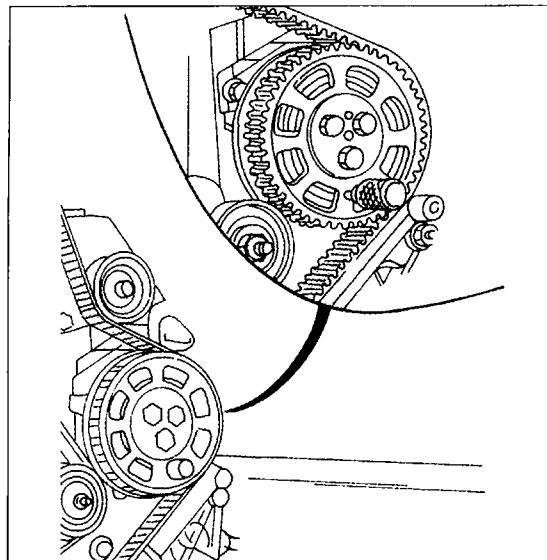
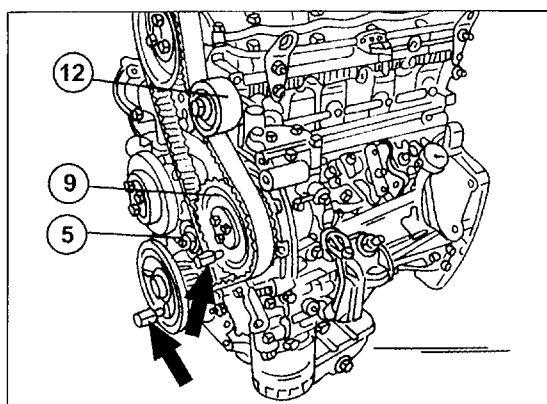

Bild 116
Bild 117
- Bei einem Motor mit Einspritzpumpe das Antriebsrad der Pumpe an der in Bild 116 gezeigten Stelle einschieben.
- Den Zahnriemen vorsichtig abheben, falls er wieder eingebaut werden soll. In diesem Fall auch die Laufrichtung mit einem Farbklecks an der Außenseite kennzeichnen. Die Hände müssen frei von Fett oder Öl sein. Einen verschmutzten Zahnriemen erneuern. Unbedingt darauf achten, dass sich das Antriebsrad der Einspritzpumpe (falls eingebaut) nicht verdrehen kann. Ein passender Dorn ist an der in Bild 116 gezeigten Stelle in das Antriebsrad eingeschoben. Ebenfalls wird die Kurbelwelle mit einem Dorn arretiert. In Bild 117 kann man sehen, wo die Dorne
- Die Stellung des Antriebsrads der Einspritzpumpe kontrollieren, falls der Motor eine solche hat. Falls der Motor nicht mehr in der OT-Stellung steht, die beiden in Bild 117 gezeigten Arretierbolzen einsetzen, d. h. einen in die provisorisch aufgesteckte Kurbelwellenriemenscheibe und den zweiten in das Antriebsrad der Pumpe. Die Kurbelwellenriemenscheibe langsam verdrehen, bis die Kennzeichnung „C“ in Bild 119 und das Zeichen „D“ am vorderen Dichtflansch in einer Flucht liegen. Der Arretierbolzen kann jetzt eingeschoben werden.
- Die Spannrolle (12) montieren, die Scheiben auflegen und die Mutter anziehen.
- Die Mutter (11) der Spannrolle (5) lockern und die Rolle nach innen kommen lassen, so dass die Rolle den Zahnriemen nach innen drücken kann. In dieser Stellung die Mutter (11) anziehen.
- Ausfluchtung der Steuerzeichen kontrollieren, d. h. die beiden Zeichen am Nockenwellenrad und am Kurbelwellenrad müssen fluchten (Bilder 112 und 120) oder die beiden Arretierbolzen bei einem Motor mit Einspritzpumpe müssen sich einsetzen lassen (Bild 117). Falls dies nicht der Fall ist, den Riemen wieder abmontieren und den Motor erneut auf die richtige Stellung bringen.
- Mutter (11) erneut lockern, damit die Spannrolle den Zahnriemen nochmals nachsetzen kann. Die Mutter (11) jetzt mit 40 Nm anziehen.